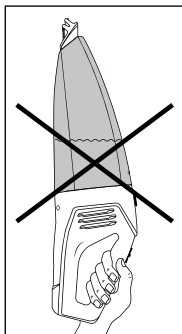

Fig. 4
- Si vous portez l'appareil à l'horizontale ou avec l'embout pour aspiration de liquides 1 pointant vers le haut, une fuite de liquide peut se produire (voir fig.4 et 5):